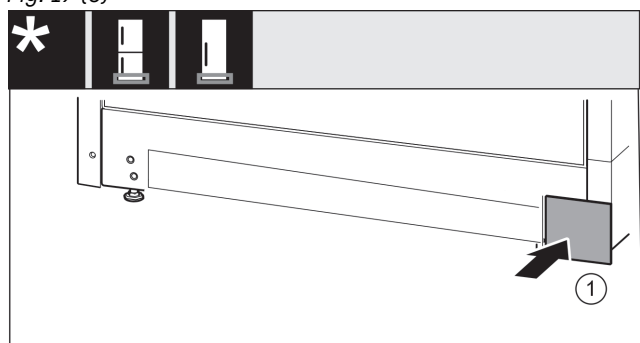

Fig. 20
- ▶ Ponovno natakните pokrov na drugu stranu. Fig. 20 (1)